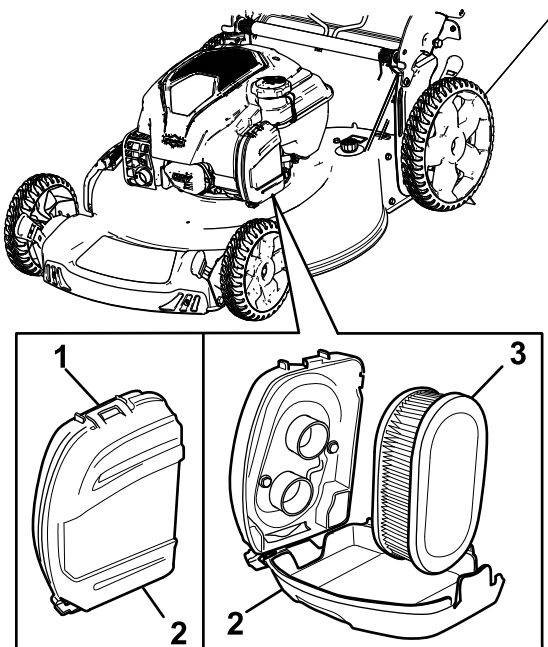

Figure 25
1. Déclipez le haut du couvercle du filtre à air (Figure 25).
2. Déposez le filtre à air (Figure 25).